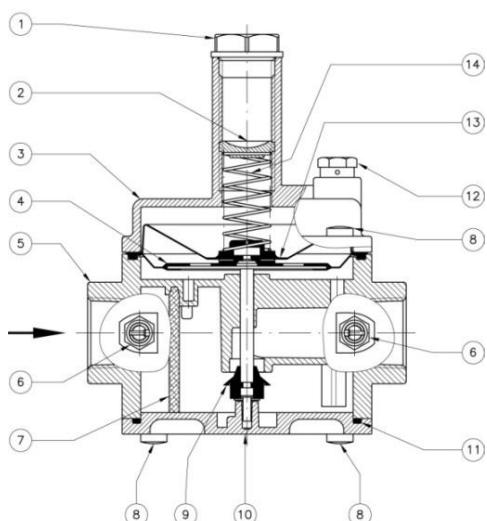

Рис. 1
Регулятор (рис. 1) состоит из: защитные колпачок (1); регулировочный винт (2); растроб (3); рабочая мембрана / центральный стержень (4); корпус (5); штуцер для отбора давления (6); фильтрующий элемент (7); Винты крепления (8); затвор (9); нижняя панель (10); нижнее уплотнительное кольцо (11); пылезащитный колпачок (12); защитная мембрана (13); пружина регулирующего устройства (14).
- Для настройки регулятора необходимо использовать манометр, который можно установить в штуцер для отбора давления (см. рис. 1).